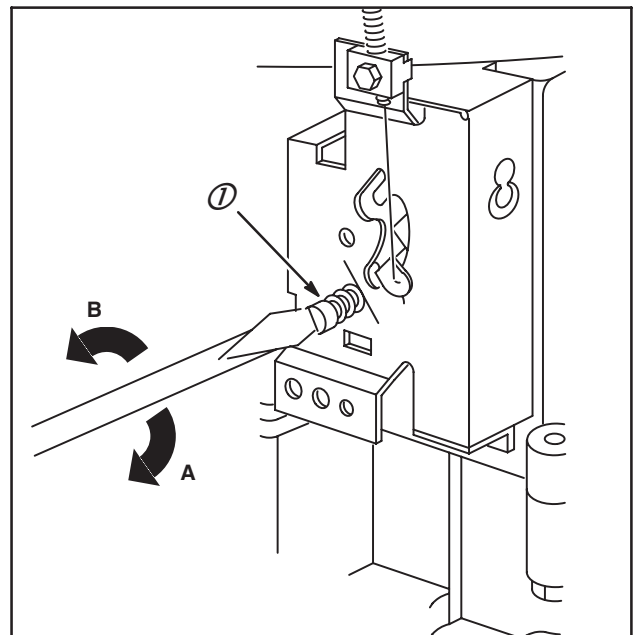

Fig. 64
3. Maintenir le papillon en position fermée, ajuster la vis de ralenti (1) pour obtenir 1550 Tr / mn.
5. Ajuster la commande à distance à 1750 Tr / mn. Tourner la vis (1) jusqu'à ce qu'elle touche juste la commande à distance, Fig. 64.